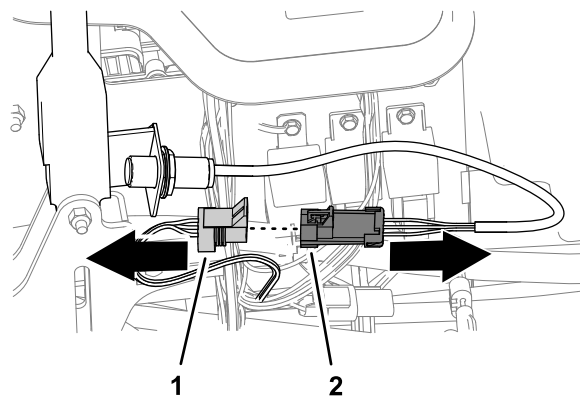

Рисунок 14
1. Отсоедините 3-гнездовой разъем переключателя стояночного тормоза от 3-штыревого разъема жгута проводов машины (Рисунок 14).